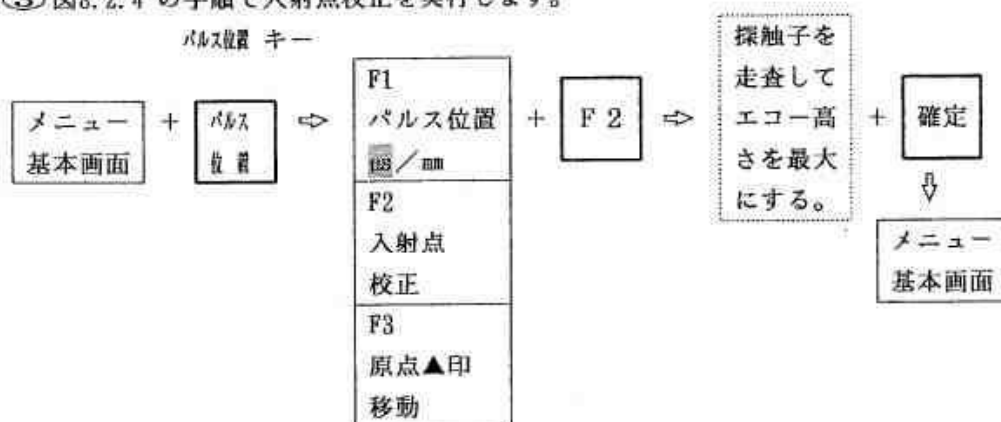

図 8. 2. 4 入射点校正の実行方法（この図は、図 8. 2. 3と同じです。）
- ① エコーのビーム路程測定点を、6. 2. 10. 2の手順で [F-7] から [776] に切替えます。
- ② 次に、ゲートレベルを、他のエコーに妨害されないレベルでできるだけ低く設定し、かつエコーの高さをできるだけ高くなるようにゲインを調整します。（探触子を走査したときエコーの高さが最も高くなる位置が読めなければなりません。
- ③ 図8. 2. 4 の手順で入射点校正を実行します。